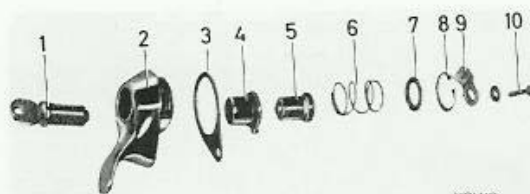

Bild 36. Bagageluckans lås isärtaget
Isärtagning sker genom att skruven (10 bild 36) i låsets underdel skruvas ut. Därefter kan man, genom att sätta nyckeln i låset, ta ur låskolven. Detta kan även göras med låset sittande i bagageluckan. Vid demonteringen av övriga låsenheter tas låsringen (8) bort varefter alla delar kan tas ur.